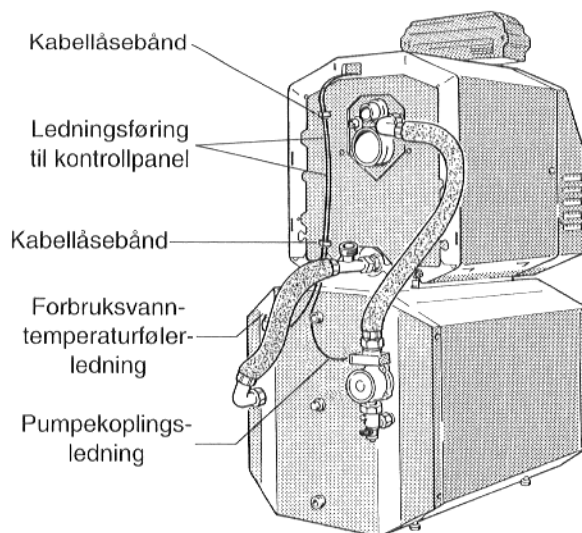

Fig. 14
- Monter kontrollpanelet (monteringsanvisning for kjelen; fig. 14).
- Forbruksvann-temperaturfølerledning og pumpekopplingsledning legges omhyggelig (monteringsanvisning for kjel hhv. varmtvannsbereder). Ledningene legges inn i kabellåsebåndene på kjelens bakvegg (fig. 14).